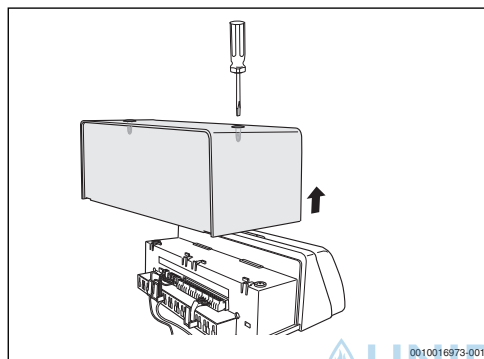

Fig. 59 Rimozione del pannello di copertura
- Svitare le 2 viti sulla parte superiore del pannello di copertura (→ fig. 59).